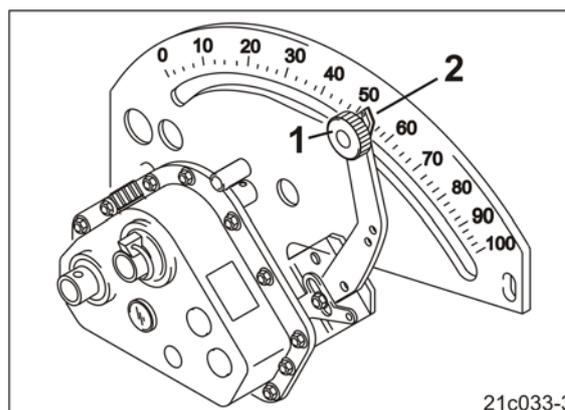

Рис. 160
3. Ослабьте фиксирующую головку (Рис. 160/1) на бесступенчатом редукторе.
5. Установите стрелку (Рис. 160/2) рычага редуктора **снизу** на значение редуктора.